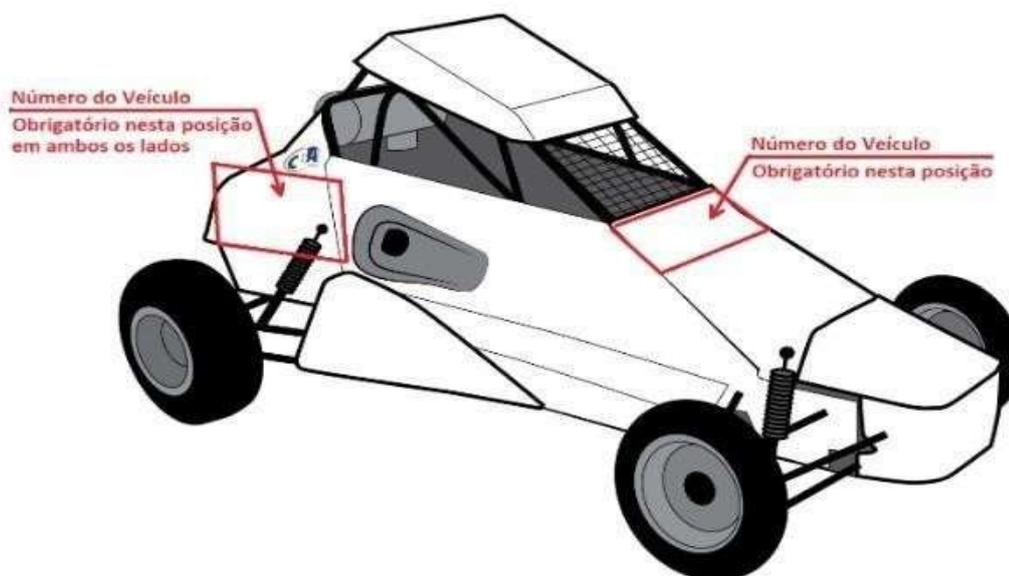

Figura 2 – localização obrigatória do número na lateral do veículo.
15.1 - É obrigatório o uso de números de identificação, nas laterais e na frente carenada, com dimensões de **150 mm a 200 mm de altura com 30 mm a 40 mm de traço**, conforme posições indicadas na Figura 2 abaixo.